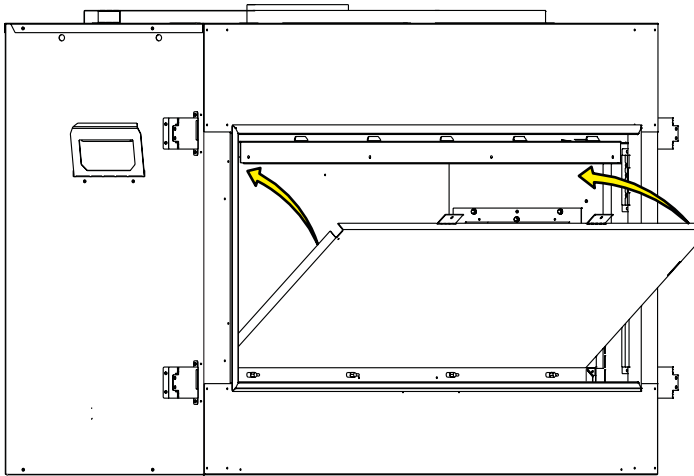
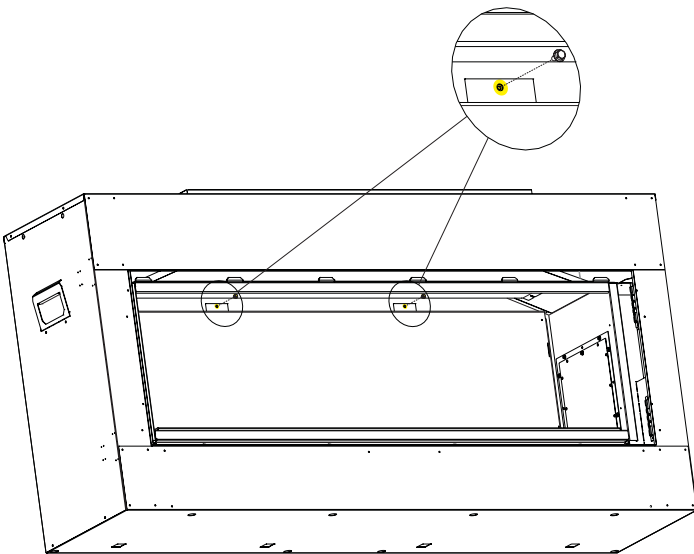

Figure 2
Figure 3
6. Déposer les deux vis de retenue du panneau de garniture arrière et sortir le panneau de l'âtre. Pour l'emplacement des vis, **voir la Figure 3**.
3. Après avoir inséré les languettes dans les fentes, faites pivoter le panneau vers l'arrière de l'âtre. **Voir Figure 2.** À l'aide des deux vis déposées à l'étape 6 (section Préparation), fixer le panneau en les vissant dans les languettes supérieures trouées du panneau. **Voir Figure 3.**